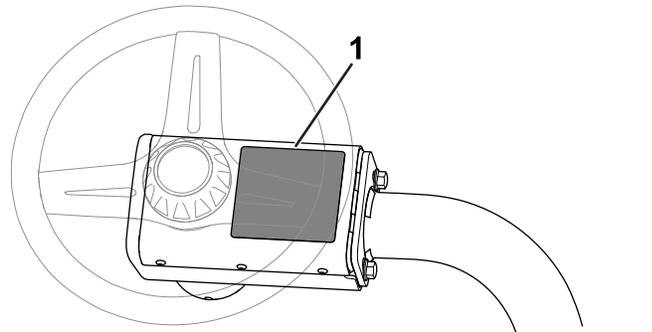

图 9
- 请把警告标贴零件号为 136-8505 贴在现有警告标贴之上零件号为 136-8506。图 9 所示为警告标贴的位置。